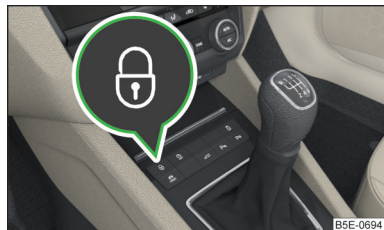

Fig. 54
► Para **bloquear/desbloquear** la tecla  » **fig. 54**.